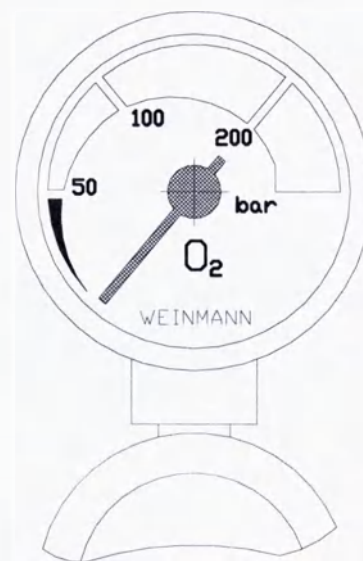

Рисунок 204 – Манометр кислородного редуктора
2.4.6.5 Проверить герметичность соединений (ИВЛ должен быть выключен), для чего **медленно**, не более чем на один оборот против часовой стрелки, открыть вентиль баллона. Манометр редуктора (рис. 204) покажет давление в баллоне.